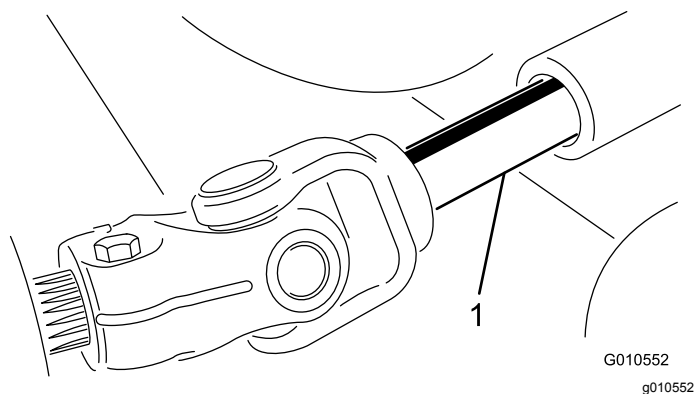

Figure 25
5. Éloignez l'unité de coupe de la machine, en séparant les parties mâle et femelle de l'arbre de PDF (Figure 25).